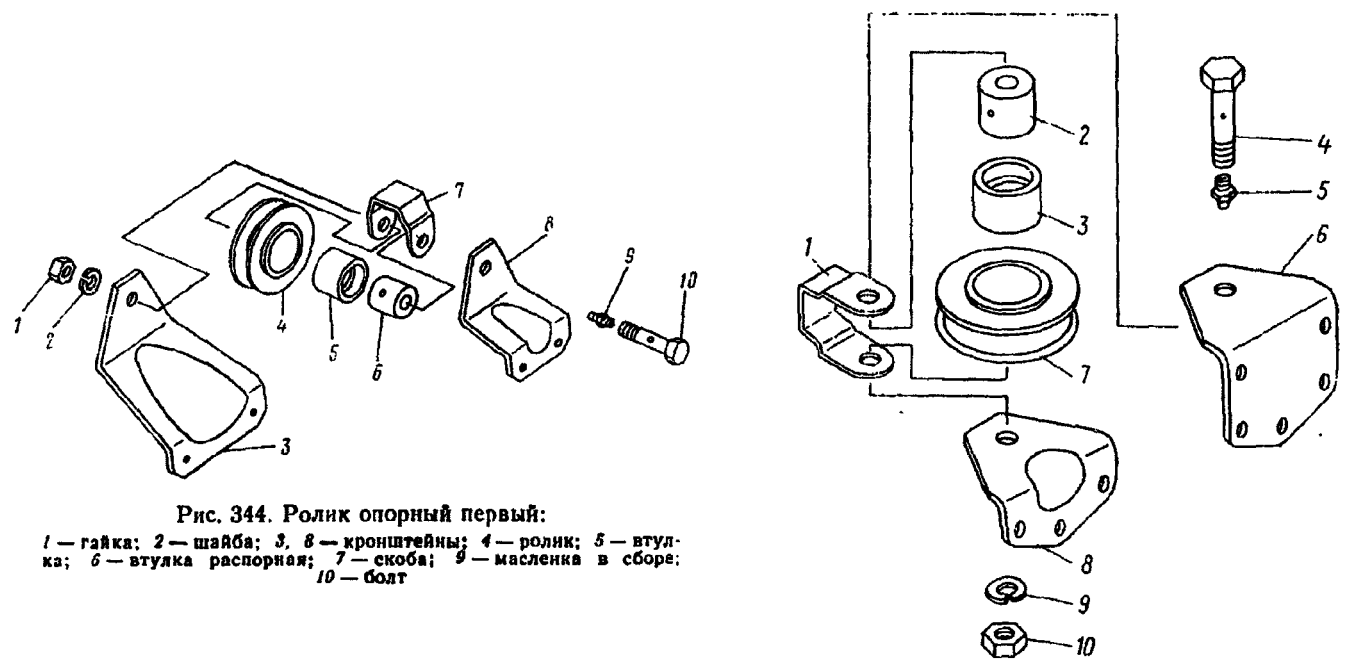

Рис. 344. Ролик опорный первый:
47. Отверните масленку 9 (рис. 344), гайку 1. Снимите шайбу 2, болт 10	Ключи 27, 10 мм